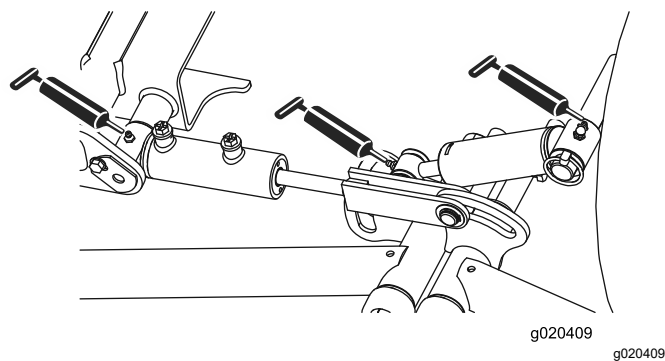

图 46
- 前提升臂枢轴和提升油缸 每个油缸 3 个请参阅图 46。